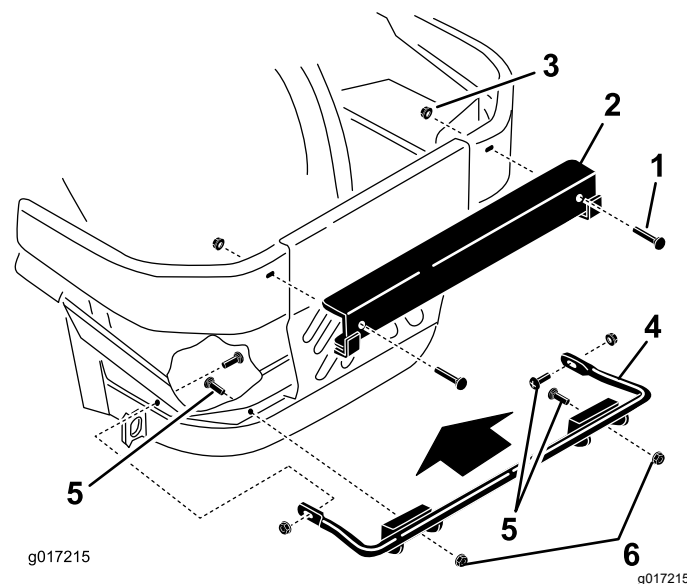

Figura 5
1. Fixez le support inférieur sur la machine à l'aide de 4 boulons de carrosserie ($\frac{3}{8}$ x $1\frac{1}{4}$ po) et de 4 écrous à embase (grande embase – $\frac{3}{8}$ po), comme montré à la Figura 5.
2. Fixez le support supérieur sur les pare-chocs gauche et droit à l'aide de 2 boulons de carrosserie ($\frac{1}{2}$ x $2\frac{1}{2}$ po) et de 2 écrous à embase ($\frac{1}{2}$ po), comme montré à la Figura 5.